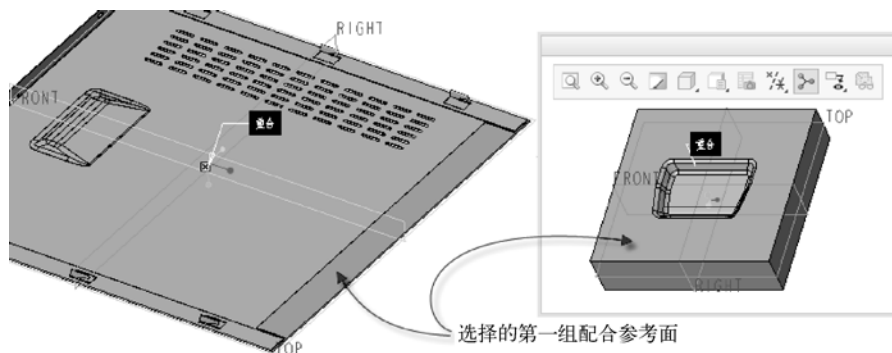

图 6-49 指定第 1 组要重合约束的参考面
(3) 在功能区的“凹模”选项卡中单击  (手动放置) 按钮和  (从属复制) 按钮。
(4) 在功能区的“凹模”选项卡中打开“放置”面板, 从“约束类型”下拉列表框中选择“重合”选项, 指定要重合约束的一对参考面, 如图 6-49 所示。